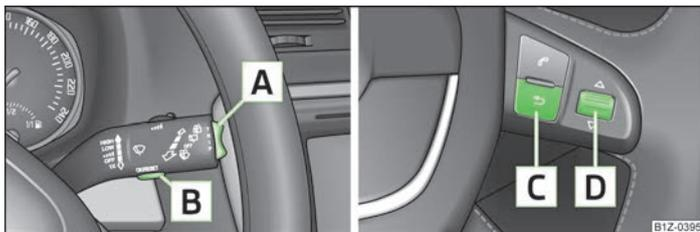

Fig. 6 Indicador multifunción: Elementos de mando en la palanca del limpiaparabrisas/elementos de mando en el volante multifunción
La conmutación de la memoria se efectúa mediante la tecla **B** » **fig. 6** de la página 13 en la palanca del limpiaparabrisas o mediante la rueda de ajuste **D** en el volante multifunción.
La tecla basculante **A** » fig. 6 y la tecla **B** se encuentran en la palanca del limpiaparabrisas. La conmutación y puesta a cero se efectúa desde el volante multifunción mediante la rueda de ajuste **D**.
» Pulsar ligeramente la tecla **B** » fig. 6 o **D**.
» Pulsar brevemente la tecla basculante **A** » fig. 6 arriba y abajo. De ese modo se activan, una tras otra, las funciones individuales del indicador multifunción.
» Pulsar la tecla **C** » fig. 6.
» Pulsar la tecla **B** » fig. 6 o **D** más tiempo.
Con la tecla **B** » fig. 6 o **D** se pondrán a cero los siguientes valores de la memoria seleccionada:
Si la temperatura exterior disminuye por debajo de +4 °C, aparecerá delante de la indicación de la temperatura un símbolo de copo de nieve (advertencia de formación de placas de hielo) y sonará una señal acústica. Después de pulsar la tecla basculante **A** » fig. 6 de la página 13 o **C** se reproducirá la función que se ha visto como última.
En la pantalla aparece el tiempo de marcha desde la última vez que se borró la memoria. Si se desea medir el tiempo de marcha a partir de un momento determinado, se deberá poner en ese momento preciso la memoria a cero, pulsando para ello la tecla **[B]** » fig. 6 de la página 13 o **[D]** durante más de 1 segundo.
Si se desea calcular el consumo medio de combustible para un período de tiempo determinado, deberá poner la memoria a cero al comenzar la nueva medición pulsando la tecla **[B]** » fig. 6 de la página 13. Tras borrarla, en la pantalla no se muestra ningún valor durante los primeros aprox. 100 metros de recorrido.
Cuando se desee medir el recorrido desde un momento determinado, se deberá poner en ese momento preciso la memoria a cero, pulsando para ello la tecla **[B]** » fig. 6 de la página 13 o **[D]**.
La pantalla indica la velocidad media en km/h desde la última vez que se borró la memoria » página 12. Si se desea medir la velocidad media durante un periodo determinado, se deberá poner la memoria a cero al principio de la medición accionando la tecla **[B]** » fig. 6 de la página 13 o **[D]**.
» Seleccionar con la tecla **[A]** » fig. 6 de la página 13 o con la rueda de ajuste **[D]** el punto de menú **Advertencia en caso de sobrepasar la velocidad.** ▶
- Seleccionar con la tecla **A** » fig. 6 de la página 13 o con la rueda de ajuste **D** el punto de menú **Advertencia en caso de sobrepasar la velocidad**.